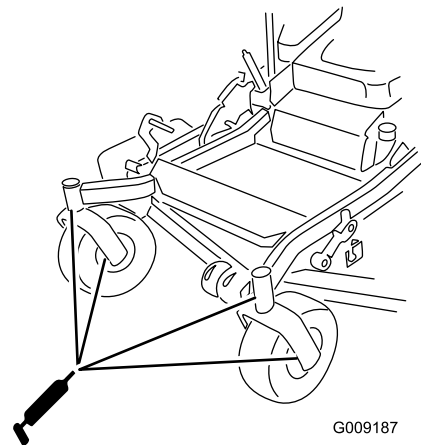

Figura 50
12. Montate il tappo esagonale e lo scodellino antipolvere (Figura 50).
13. Ingrassate i cuscinetti delle ruote orientabili (Figura 50).